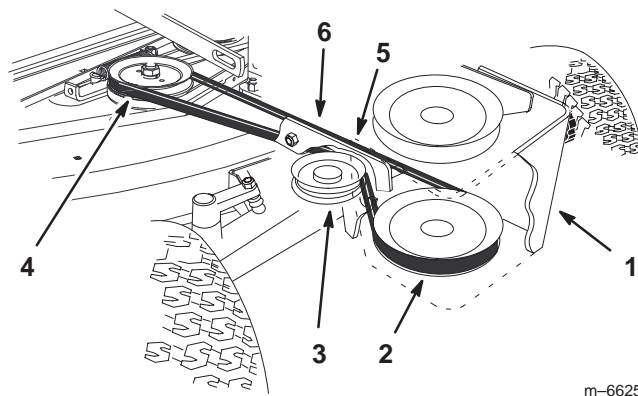

**Figure 33**
1. Tournez le bouton gauche sur le bâti de poulies avant pour détendre la courroie d'entraînement de PDF (Fig. 33).
2. Retirez la courroie de PDF de la poulie d'embrayage (Fig. 33).
3. Déposez la courroie de PDF de la poulie supérieure et la poulie de tension supérieure dans le bâti (Fig. 33).
4. Montez la courroie de PDF neuve sur la poulie d'embrayage (Fig. 33).
5. Montez la courroie de PDF sur la poulie supérieure et la poulie de tension supérieure dans le bâti (Fig. 33).
6. Tournez le bouton gauche sur le bâti de poulies avant pour tendre la courroie de PDF (Fig. 33). La courroie doit présenter une flèche de 13 mm.